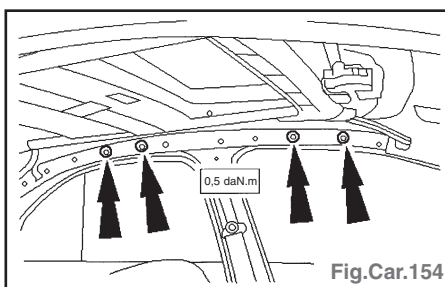

Fig.Car.154
- Déposer le module airbag rideau latéral (Fig.Car.154).